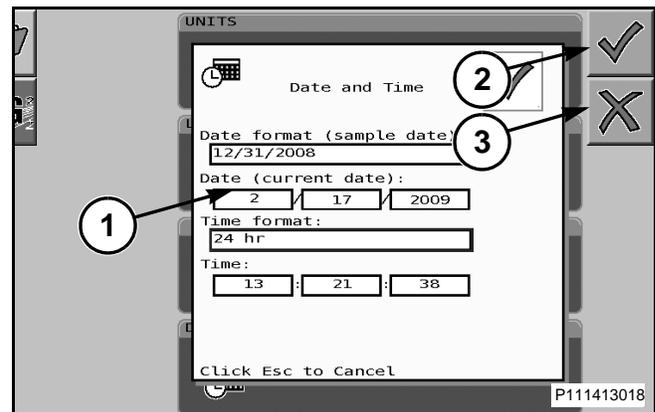

FIG. 84
FIG. 84: Para seleccionar el tipo de hora, desplácese a través de la lista desplegable para resaltar una selección (1) y a continuación presione el botón de la rueda de selección o la tecla rígida situada junto al icono de marca de verificación (2) para aceptar el ajuste. Para cancelar la selección, presione la tecla rígida situada junto al icono X (3).